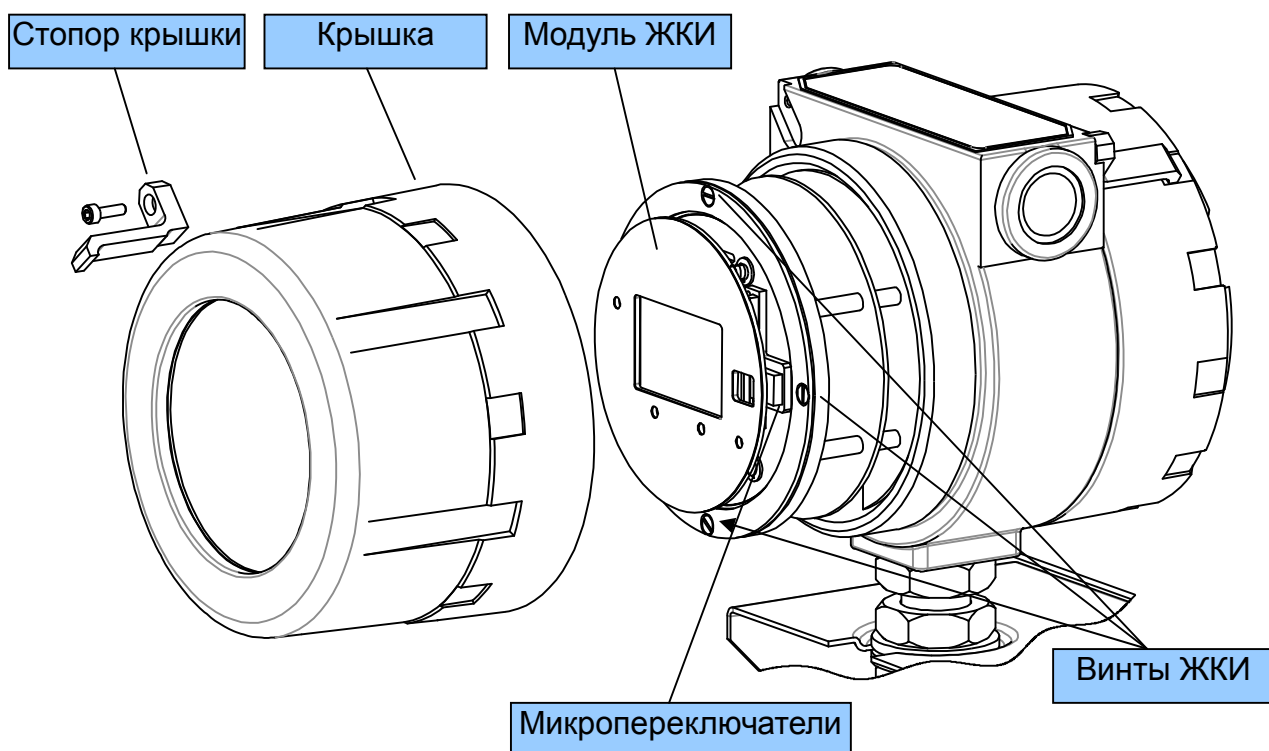

Рисунок 2.11 – Компоненты ЖКИ.
- 1) Снимите стопор крышки, вывернув удерживающий винт (рисунок 2.11);